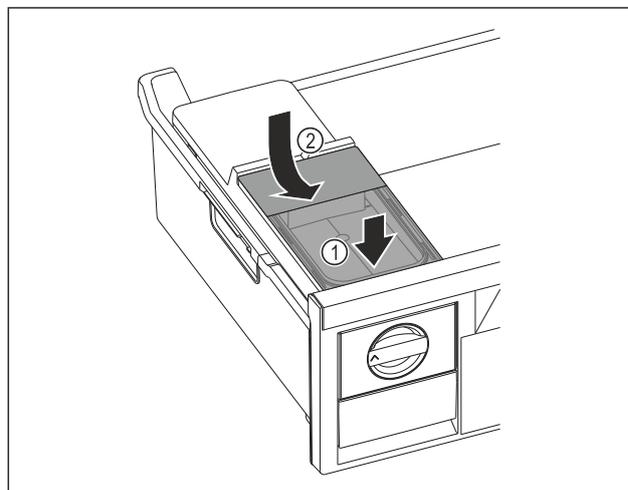

Fig. 111
- ▶ 放置水箱前部。Fig. 111 (1)
- ▶ 放下水箱后部。Fig. 111 (2)